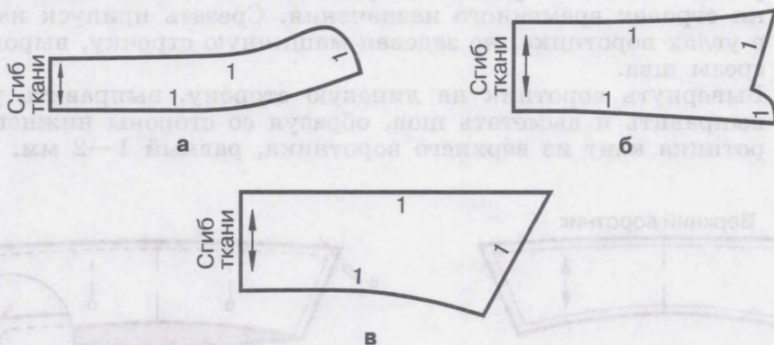

Рис. 88. Выкройки воротников:
2. Изготовьте выкройки воротников (рис. 88) из цветной бумаги в масштабе 1:4 и оформите их в альбоме.